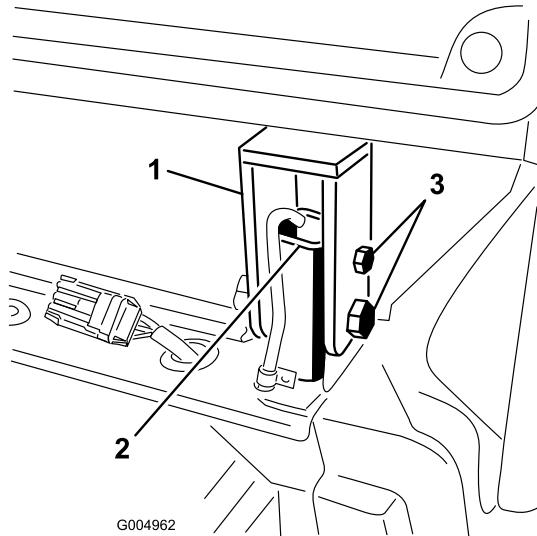

Figure 81
32. Retirez les boulons et écrous qui fixent les blocs arrière de la cabine aux montants du système de protection antiretournement (ROPS) (Figure 81).